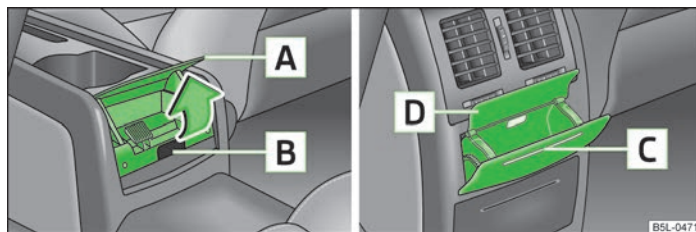

Fig. 68 Scrumiera spate: consola centrală joasă / consola centrală înaltă
- Apucați capacul scrumierei de marginea **A** și desfăceți-l în sensul indicat de săgeată » fig. 68.
- Apucați scrumiera de mânerul **B** » fig. 68 și scoateți-o pe sus.
- Apăsați pe partea superioară a capacului scrumierei în zona **C** » fig. 68.
- Apucați scrumiera de capac **D** » fig. 68 și scoateți-o afară.